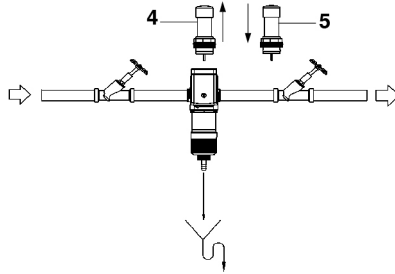

Figure 21. Remplacement cartouche III
- Retirez l'ancienne cartouche phosphate (4) de l'appareil, en la tirant vers le haut de l'appareil (cf. Figure 21).
- Insérer la nouvelle cartouche phosphate (5) dans l'appareil.